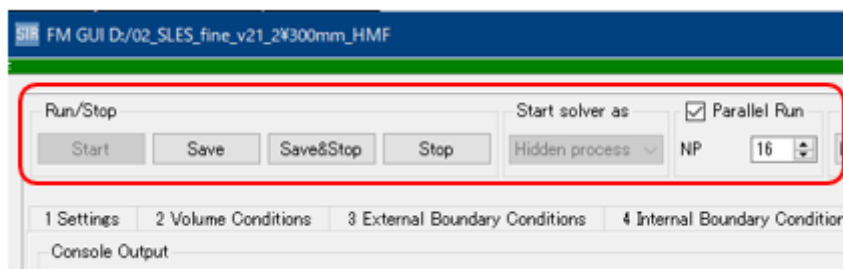

図 19 . Flow Module の Solver GUI : 並列数の指定
- 並列計算の Microsoft MPI への対応 (図 19)